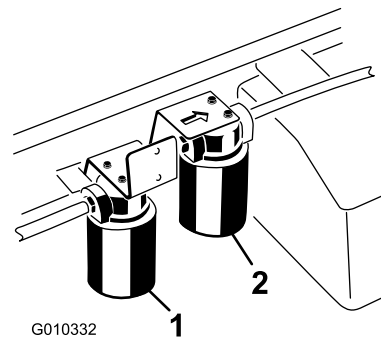

Figura 74
2. Pulite la superficie circostante il filtro. Collocate una bacinella di spurgo sotto il filtro, e togliete il filtro (Figura 74).
1. Pulite la superficie circostante il filtro ad alto flusso (Figura 74). Collocate una bacinella di spurgo sotto il filtro, e togliete il filtro.